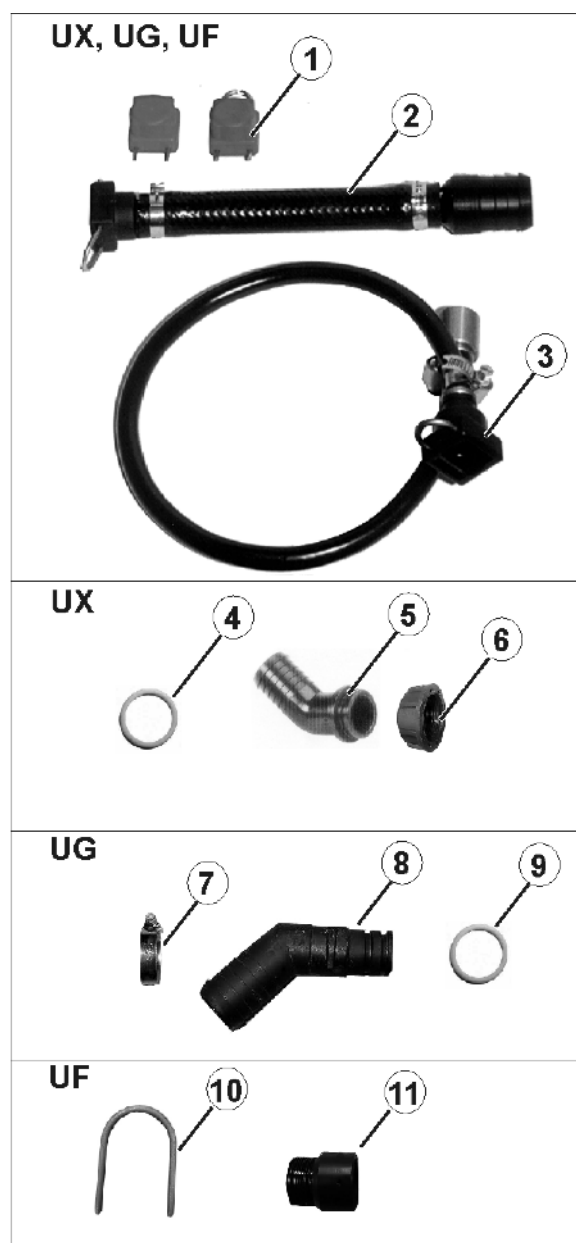

Fig. 177
2. Ligar a ligação para o medidor de fluxo (Fig. 177/2) à válvula de secção e conectar ao aparelho de teste.